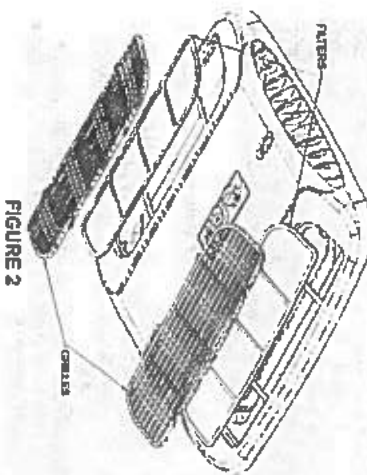

FIGURE 2
3. Réinstaller les filtres et les grilles dans le montage de plafond, comme illustré dans la figure 2.